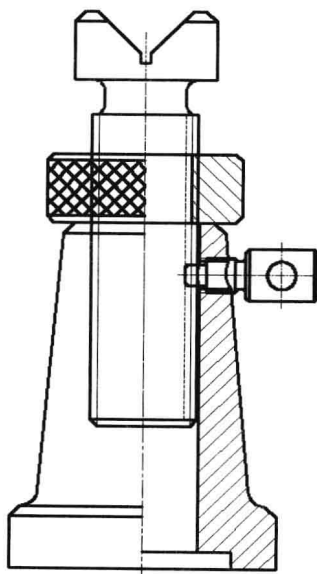

图 6-6-5
(6) 用同样方法, 插入“紧固螺钉零件图.dwg”图形, 单击“移动”按钮, 单击“移动”按钮, 移动螺钉位置如图6-6-5所示。